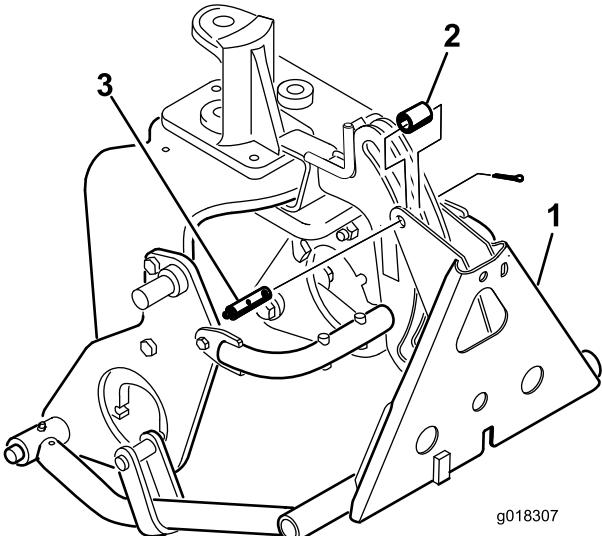

Bild 10
- Befestigen Sie den Rahmenadapter mit einem Rohr, einem Lastösenbolzen und einem Splint am Anbauvorrichtungsrahmen (Bild 10).